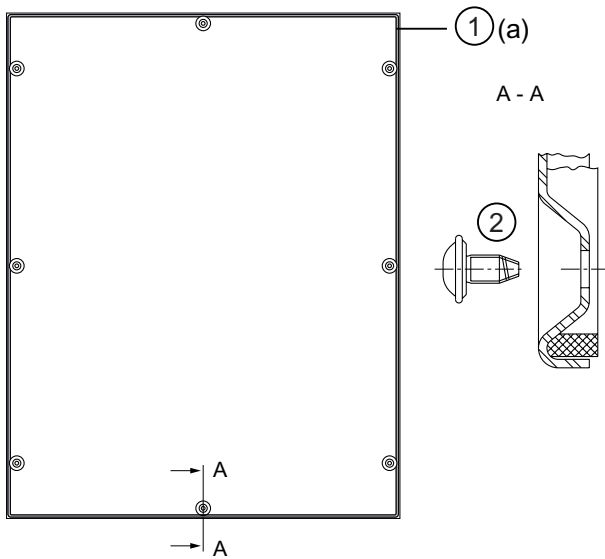

Bild 4
- 1 Um die Schutzart IP54 zu erreichen, muss in die Seitenwände und Rückwände umlaufend Dichtungsband 9x4 mm eingeklebt werden, siehe Bild 4 (a).